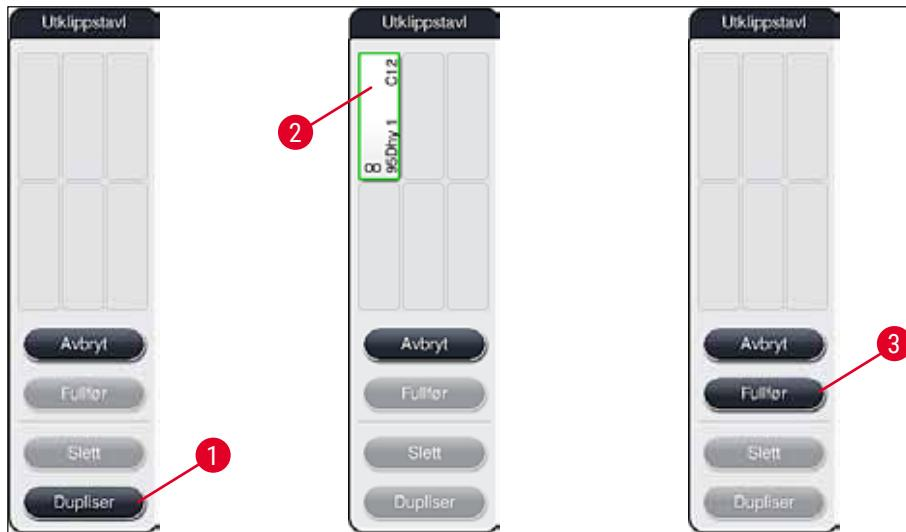

Fig. 53
2. Les informasjonsmeldingen som vises på skjermen, og bekrefte med **OK!** En ny **Utklippstavle** (→ "Fig. 53") åpnes.